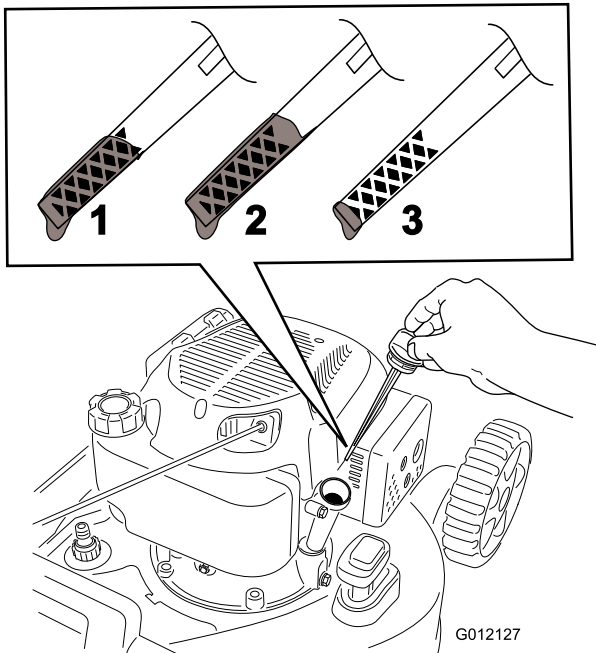

Bild 23
9. Nehmen Sie den Peilstab heraus und lesen Sie den Ölstand ab (Bild 23).